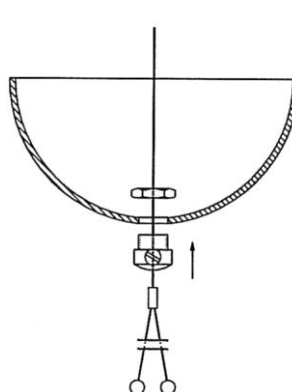

Рис. 5
- Протяните Y-образную проволоку (C) через детали A3, A2 и A1 как показано на рис. 5, и надежно закрепите детали между собой. С помощью деталей B3 и B2 установите и зафиксируйте требуемую длину проволоки.